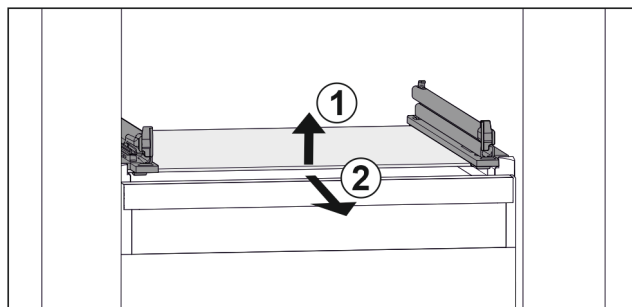

Fig. 112 Eksempel på fremstilling av glassplaten
- ▶ Løft opp glassplaten foran. Fig. 112 (1)
- ▶ Ta ut glassplaten fremover. Fig. 112 (2)